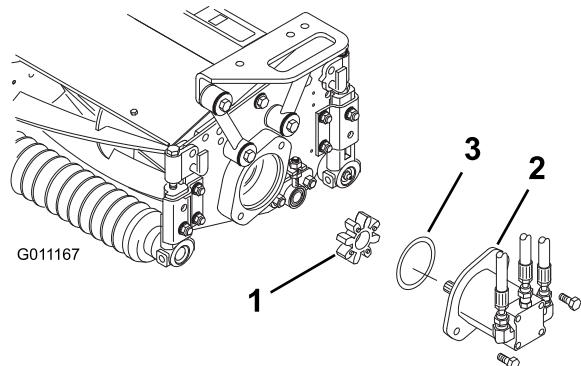

図21
- ベアリング・ハウジングについているスパイダ・カップリング（図21）を探し出す。